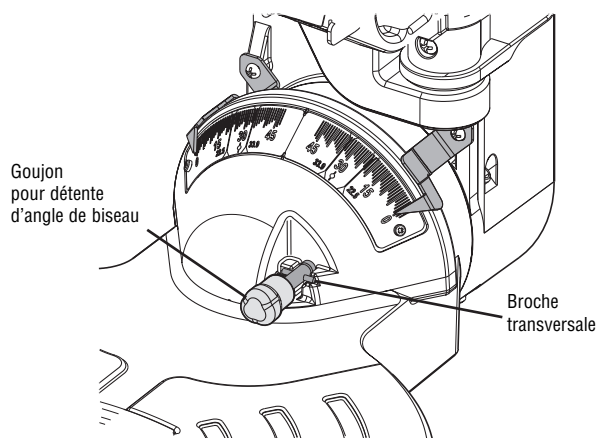

Figure 52. Broche transversale désengagée pour la plage complète de coupes en biseau
- La scie est pourvue d'un goujon pour détente d'angle de biseau qui ne peut être engagé qu'à 33,9° à gauche ou à droite – c'est l'angle de biseau requis lors d'une coupe de moulure de couronnement ayant un angle de 38° entre la paroi et la moulure avec pose à plat sur la table. REMARQUE : si le goujon pour détente de biseau s'engage automatiquement à 33,9° et empêche l'inclinaison de la scie à un autre angle, tirez-le simplement vers l'avant et faites tourner sa broche transversale d'un quart de tour pour qu'il repose en position désengagée. Si le goujon est coincé en position engagée, inclinez la tête de la scie et faites-la basculer d'un côté à l'autre tout en tirant dessus (voir Figure 52).